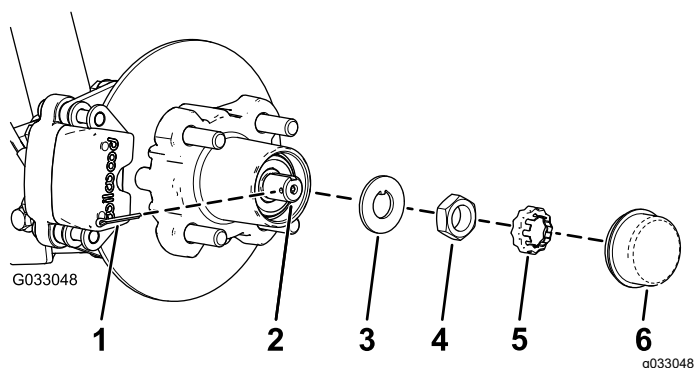
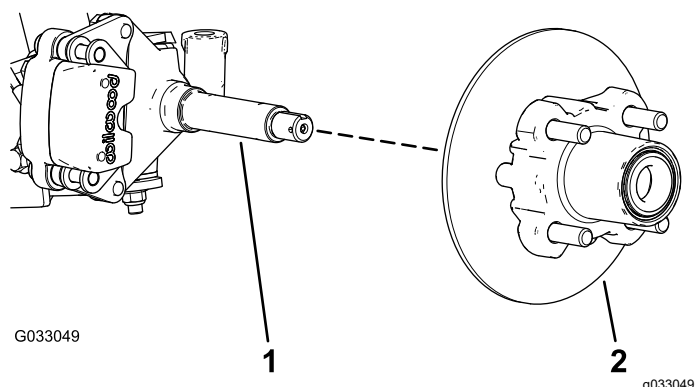

Рисунок 31
Рисунок 32
4. Снимите пылезащитную крышку со ступицы (Рисунок 31).
5. Снимите шплинт и держатель гайки с оси и гайки оси (Рисунок 31).
6. Снимите гайку оси с оси и отделите ступицу и тормозной диск в сборе от оси (Рисунок 31 и Рисунок 32).